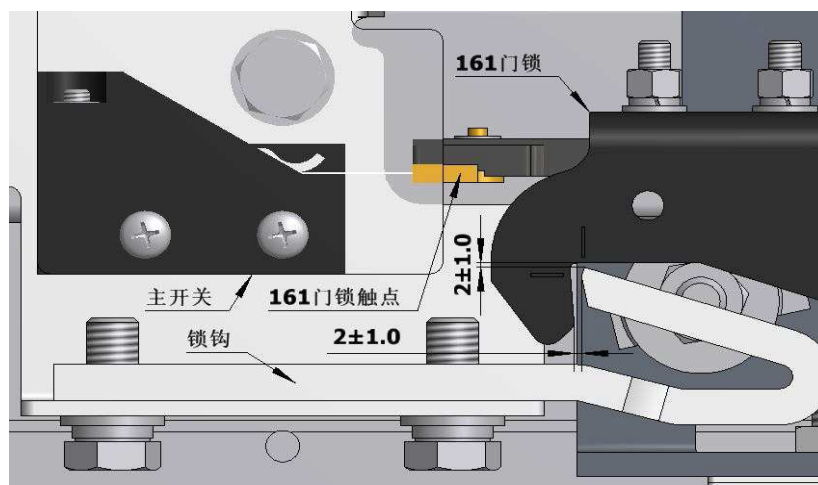

图 7-22
- c. 在关门状态下，调节锁钩与门锁的距离为：2±1.0 毫米。保证 门锁触点与主开关触点可靠接触。请见图 7-22：